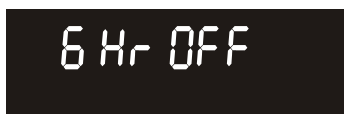
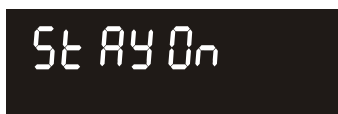

Fig. 2
Fig. 3
2. Appuyez sur la touche SELF-CLEAN (autonettoyage) pour passer de « 6 Hr OFF » (fig. 2) à « StAY On » (fig. 3). Sélectionnez « StAY On » pour suspendre le mode d'économie d'énergie 6 heures.	self clean